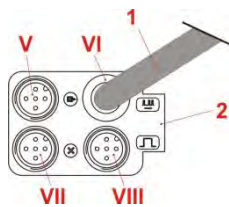
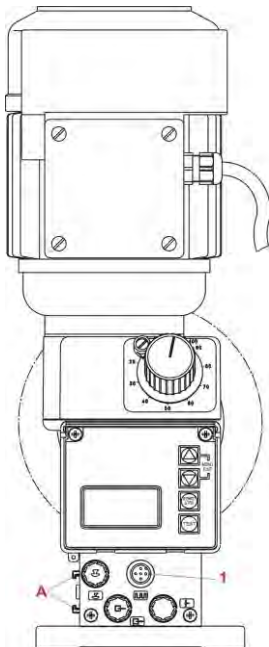

Abb. 8.1 Montage der Dongle-Box 1
Abb. 8.2 Montage der Dongle-Box 2
- ✘ Montieren Sie die Dongle-Box (Abb. 8.1) an der dafür vorgesehenen Schiene der EMP-Pumpe (Abb. 8.2, Pos. A).
- ✘ Schieben Sie die Dongle-Box (Abb. 8.1) in die Schiene auf der linken Seite der EMP Pumpe (Abb. 8.2, Pos. A), bis diese einrastet.
- ✘ Schließen Sie das Verbindungskabel (Abb. 8.1, Pos. 1 und 8.3, Pos. 2) am Eingang für Impuls- /Normsignal (Abb. 8.2, Pos. 1) an.
Ist vor der Erweiterung durch eine Dongle-Box am Eingang für Impuls- /Normsignal (siehe Abb. 8.2, Pos. 1) ein Stecker angeschlossen, so kann dieser nach der Erweiterung an Stecker VIII (siehe Abb. 8.1, Pos. VIII) der Dongle-Box angeschlossen werden.